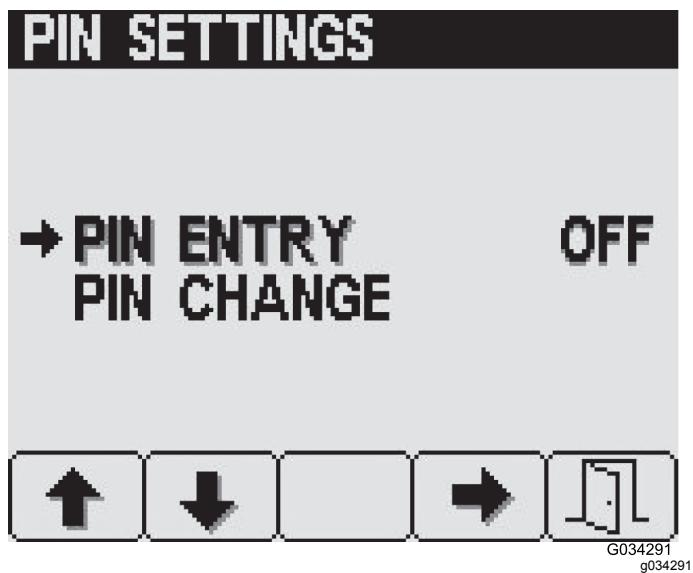

Figure 25
1. Appuyez sur le bouton 1 ou 2 pour sélectionner l'option SAISIE DU CODE PIN (Figure 25).
2. Appuyez sur le bouton 4 pour ACTIVER ou DÉSACTIVER la saisie obligatoire du code PIN (Figure 25).